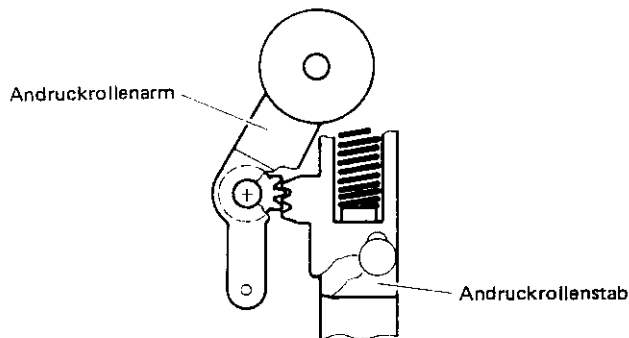

Abb. 2-5 Andruckrollenarm
1. Bei Stopbetrieb muß die Teileausrichtung, insbesondere die Eingreifposition der Verzahnung von Andruckrollenarm und Andruckrollenstab, wie in Abb. 2-5 gezeigt, vorliegen.